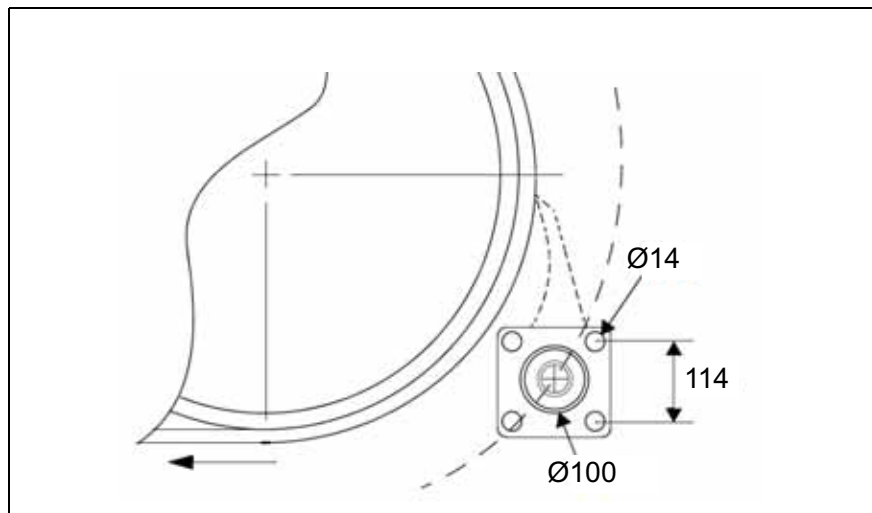

Abb. 2: Positionierung der Flanschplatte
- Zum Verschrauben ein Ø100 mm großes Loch für die Hauptachse und vier Ø14 mm große Bohrungen für die Schrauben auf beiden Seiten der Einhausung erstellen (siehe Abb. 2).